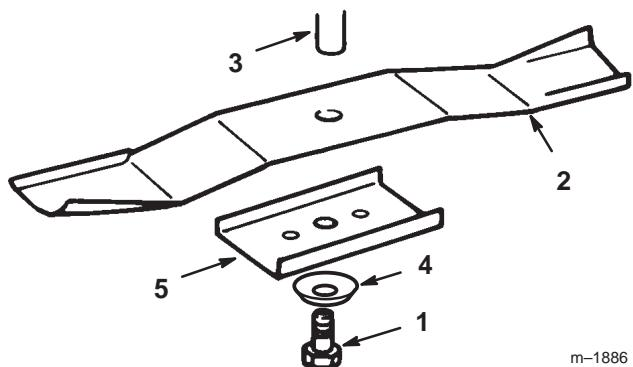

**Bild 34**
2. Untersuchen Sie die Schneidkanten (Bild 34). Bauen Sie, wenn die Kanten nicht scharf sind oder Kerben aufweisen, die Schnittmesser aus und schärfen sie. Siehe Schärfen der Schnittmesser, Seite 33.
3. Untersuchen Sie die Schnittmesser, insbesondere den gebogenen Bereich (Bild 34). Montieren Sie, wenn Sie Schäden, Verschleiß oder Rillenbildung in diesem Bereich feststellen (Bild 34), sofort ein neues Schnittmesser.